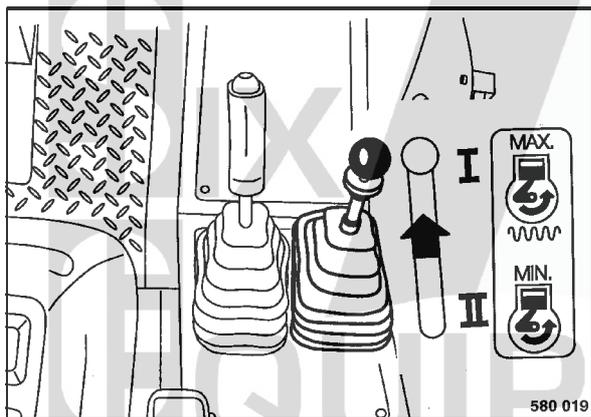

fig. 62
- Positionner le levier de commande d'accélérateur (fig. 62) sur position "I", pleins gaz.